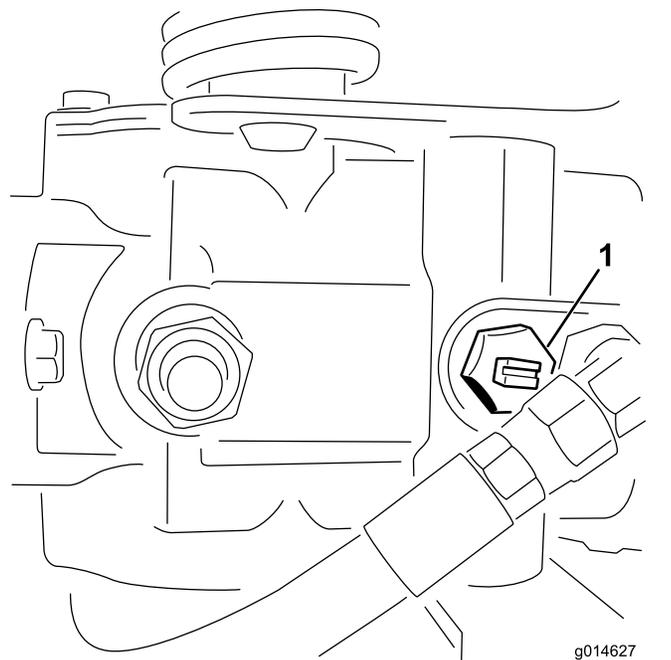

図 26
1. 油圧ポンプについているバイパスバルブ **図 26** の溝が「縦」になるようにバルブを回転させる。
2. エンジンを始動する前に、必ずバイパスバルブを閉じる溝が横向きになる **図 26**。